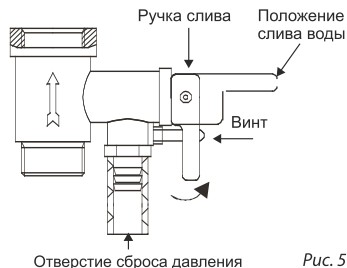

Рис. 5
- открутить винт обратного предохранительного клапана и перевести ручку в горизонтальное положение, из отверстия предохранительного клапана должна потечь вода. (см. рис. 5)